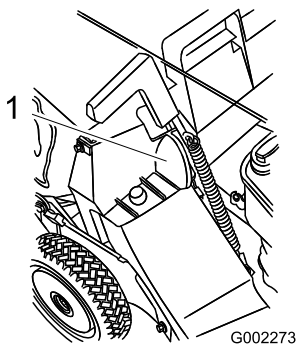

Figura 20
5. Tire hacia adelante del tirador de la puerta de descarga hasta que la clavija salga del cierre, y mueva el tirador hacia atrás hasta que la clavija se bloquee en la muesca de la bolsa (Figura 20).